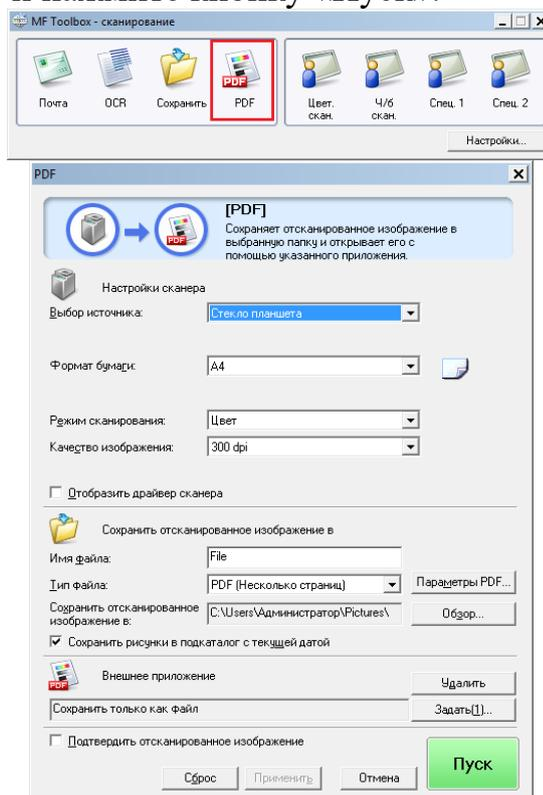

Рисунок 29.7 – Интерфейс программы Canon MF Toolbox
6. Откройте программу Canon MF Toolbox (рисунок 29.7), выберите необходимый формат и нажмите кнопку «Пуск».